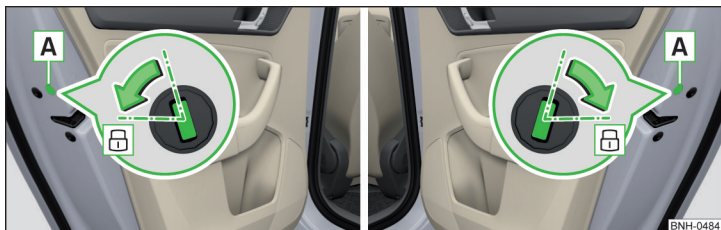

Fig. 178 Încuierea în regim de urgență: portiera spate stânga/dreapta
- Deschideți respectiva portieră spate și îndepărtați masca **A** » fig. 178.